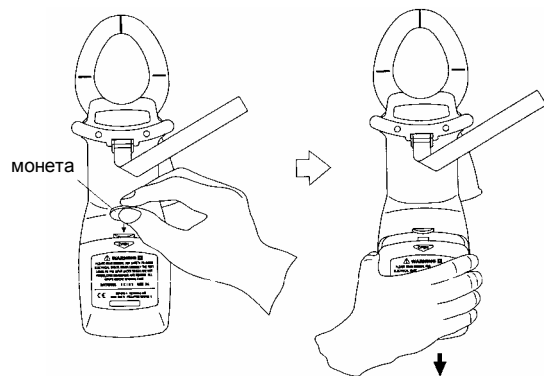

Рисунок 23. Снятие крышки отсека батареи.
2. Снимите крышку отсека батареи. У крышки отсека батареи имеется замок-защелка. Поэтому для снятия крышки отсека батареи во избежание ее повреждения не допускается прилагать силу. Процедура снятия крышки показана на рис.23. Вставьте монету в паз крышки отсека батареи и нажмите на монету в направлении корпуса, затем снимите крышку.